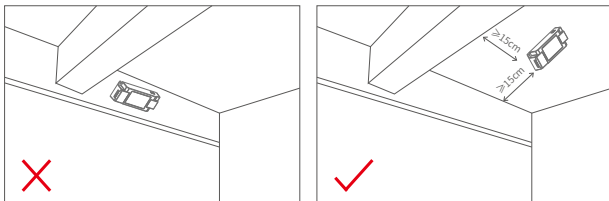

图3
- 驱动器与横梁、墙等位置保持一定距离，推荐间隔距离应 $> 15\text{cm}$ ，以免信号干扰影响使用(如图3)。